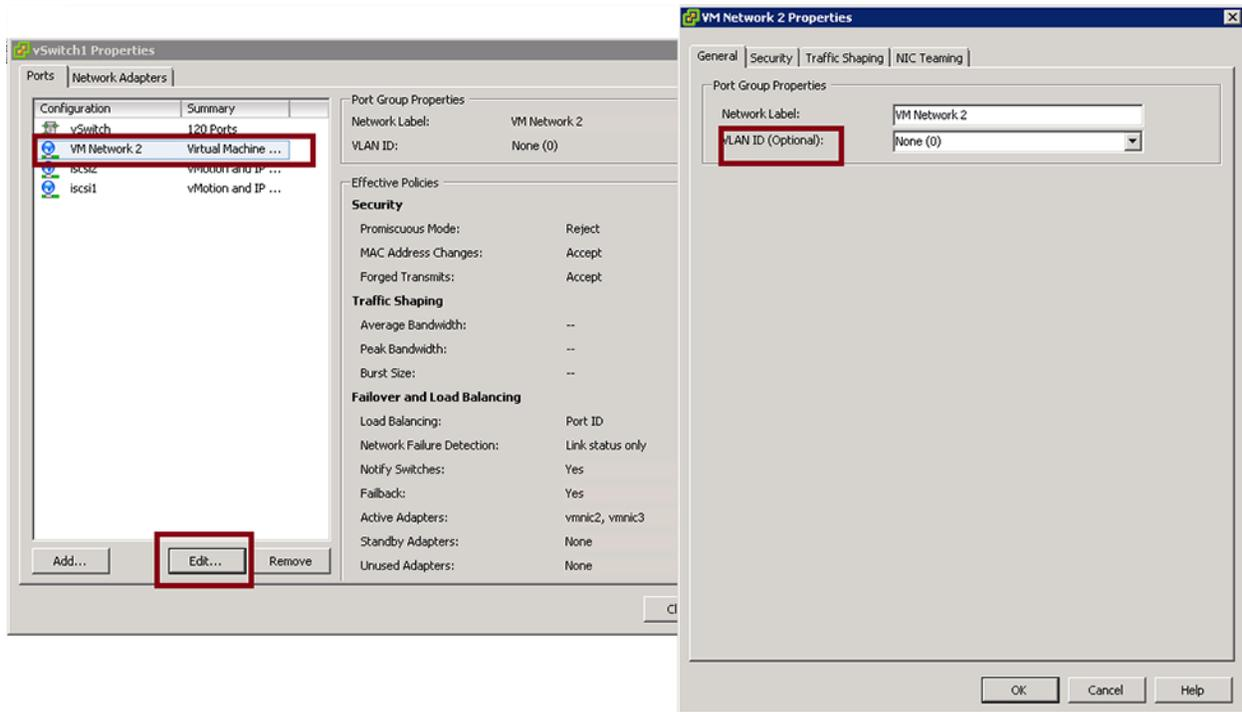
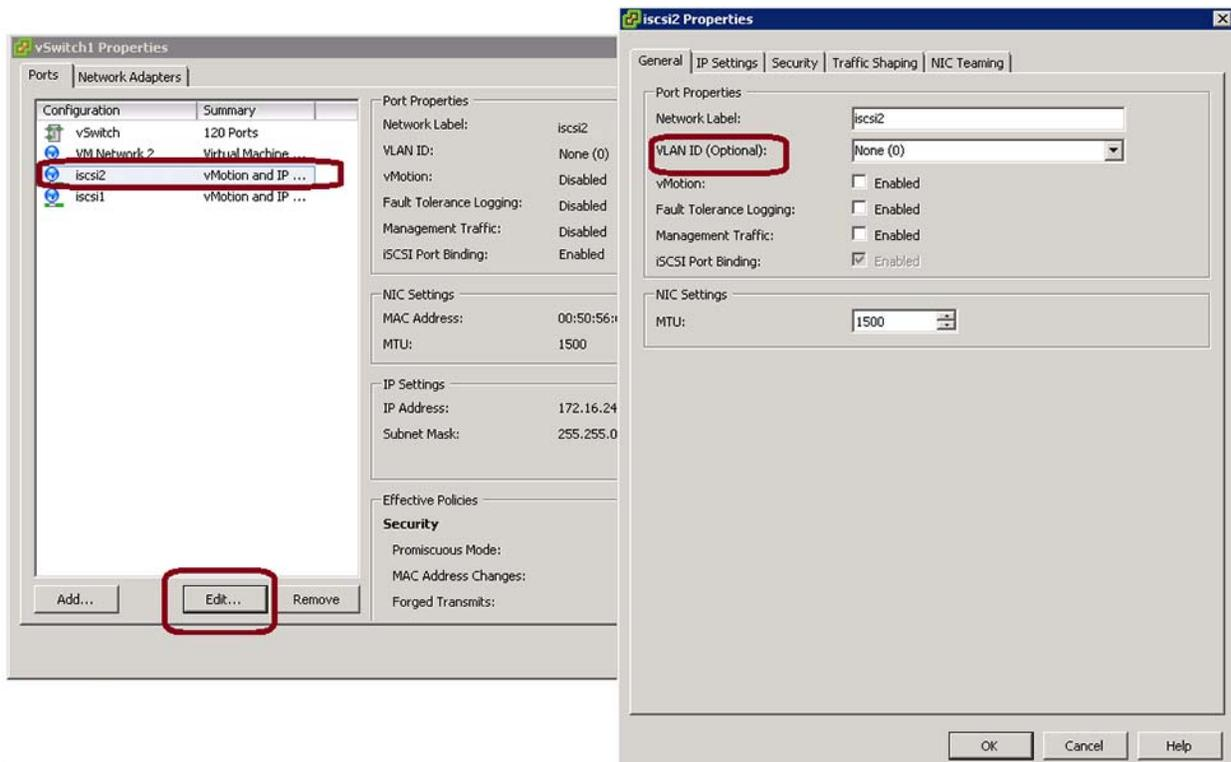

Abbildung 8-1. VM Network Properties (VM-Netzwerkeigenschaften): Beispiel 1
Abbildung 8-2. VM Network Properties (VM-Netzwerkeigenschaften): Beispiel 2
5. (Optional) Weisen Sie auf der Seite „VM Network Properties“ (VM-Netzwerkeigenschaften), „General“ (Allgemein) eine VLAN-Nummer im Feld **VLAN ID** (VLAN-ID) zu. Abbildung 8-1 und Abbildung 8-2 zeigen Beispiele.